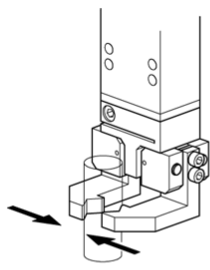
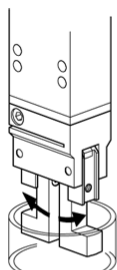
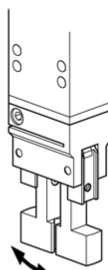

Fig.1
Fig.2
Fig.3
Le module de préhension GM12 ( $\varnothing$  du piston 12 mm) est destiné à saisir des petites pièces à l'aide de pinces. Le GM est conçu de manière à pouvoir être utilisé avec serrage extérieur (Fig.1), serrage intérieur (Fig.2), ou à double effet (Fig.3). En l'absence de pression, un ressort incorporé (1) (Fig.4) sert de dispositif de sécurité pour la force de serrage. Tous les GM sortant de l'usine sont livrés avec serrage extérieur (Fig.1) et peuvent, en cas de besoin, être modifiés pour une autre fonction.